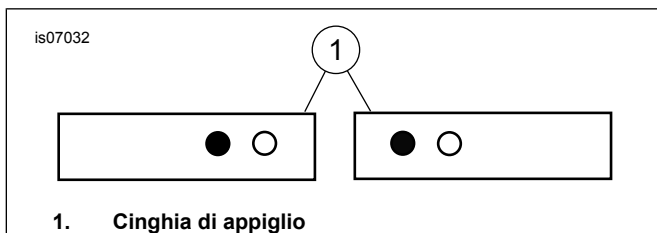
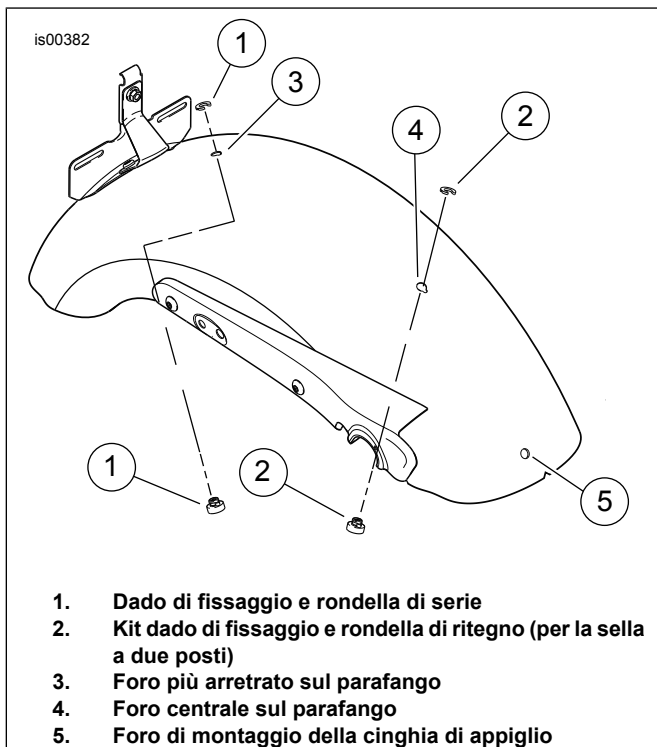
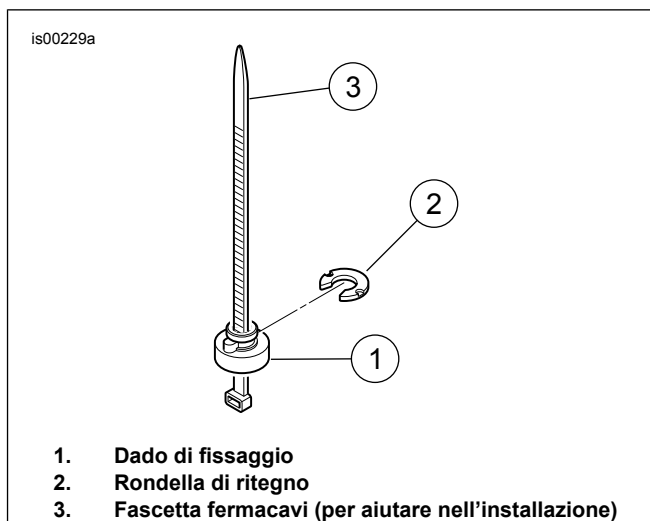
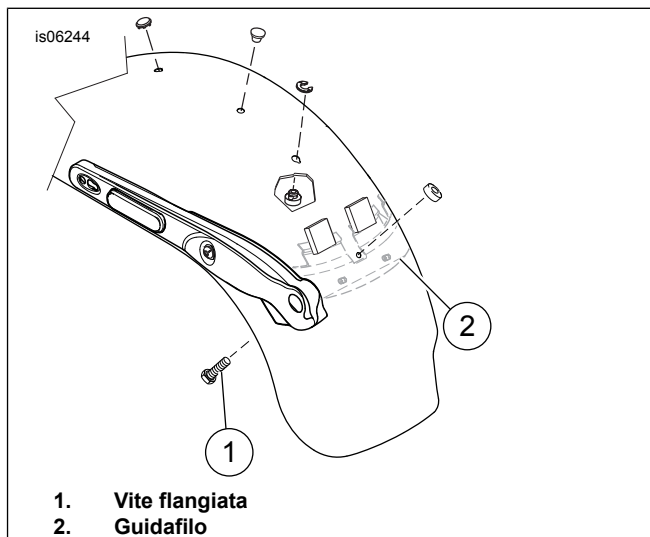

Figura 1. Foro di installazione della cinghia di appiglio
Figura 2. Posizione del dado di fissaggio
Figura 3. Installare il dado di fissaggio
Figura 4. Installazione della cinghia di appiglio - modelli FXDWG
3. Vedere Figura 1 per le informazioni sui fori su cui fissare la cinghia di appiglio (usare il foro pieno annerito nella figura). Montare la nuova cinghia di appiglio nella stessa posizione della cinghia precedente (riutilizzare la bulloneria esistente). Serrare ad una coppia di 6,78–10,17 N·m (60–90 in-lbs). **Per i modelli FXDWG 2010 e anni successivi:** Vedere Figura 4. Verificare che la testa della vite flangiata (1) non tocchi il guidafilo (2) e che sia installata contro il parafango.
2. Vedere Figura 2. Togliere il tappo di plastica dal foro più arretrato sul parafango (3).
4. Vedere Figura 3. Per agevolare la rimozione e l'installazione del dado di fissaggio e della rondella è possibile usare una fascetta fermacavi. Collocare il dado di fissaggio (1) sulla fascetta fermacavi (3) in modo che l'estremità larga del dado poggi sull'occhiello della fascetta. Passare la fascetta fermacavi in alto sotto il parafango e attraverso il foro più arretrato sul parafango. Tirare la fascetta fermacavi verso l'alto per tenere il dado stretto contro il lato inferiore del parafango.
5. Con la nervatura del dado di fissaggio inserita nella scanalatura del foro nel parafango, far scorrere al suo posto la rondella di ritegno (2) dalla parte posteriore. Questo bloccherà al suo posto il dado di fissaggio. Rimuovere la fascetta fermacavi.
7. Dall'interno del parafango, inserire la vite flangiata nel foro di montaggio della cinghia di appiglio sul parafango (Figura 2, elemento 5). Fissare la vite con il dado di fissaggio in plastica della sella. **Per i modelli FXDWG 2010 e anni successivi:** Vedere Figura 4. Verificare che la testa della vite flangiata (1) non tocchi il guidafilo (2) e che sia installata contro il parafango.
8. Montare la nuova cinghia per il passeggero del kit secondo gli schemi riportati nella Figura 1. Installare la rondella e il dado e serrare il dado ad una coppia di 6,78–10,17 N·m (60–90 in-lbs).